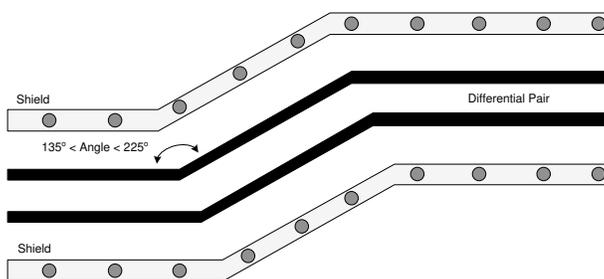

図 9-3. V-by-One の配線例
- 差動信号ペアに関連する曲げ角度が 135° ~ 225° であることを確認します (図 9-3 を参照)。